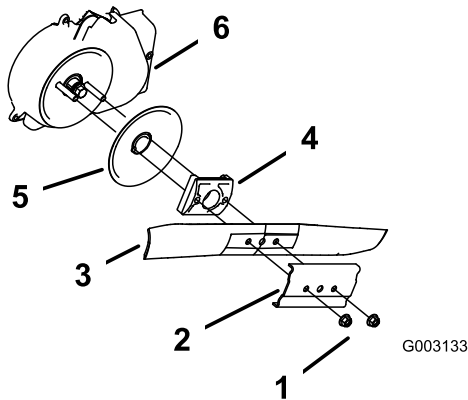

Bild 31
3. Entfernen Sie die beiden Messermuttern und die Verstärkung (Bild 31).
4. Entfernen Sie das Messer (Bild 31).
5. Entfernen Sie den Messermitnehmer und die Antiskalpierscheibe (Bild 31).
6. Entfernen Sie das Schutzblech der Messerbremse (Bild 31).
10. Befestigen Sie das Messer und die Verstärkung mit den zwei zuvor entfernten Messermuttern (Bild 31).